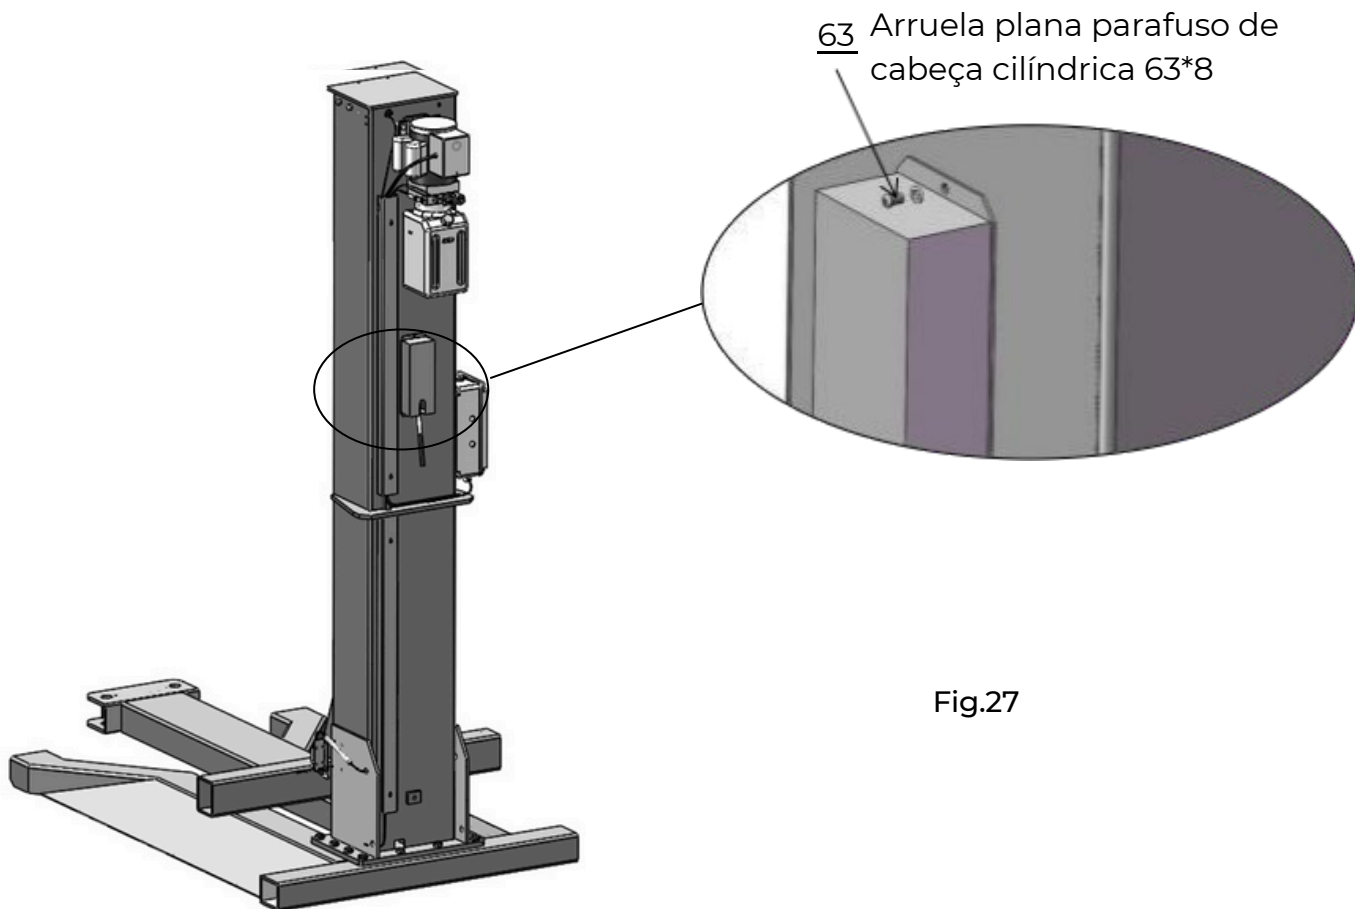

Fig.27
I. Instale a tampa do dispositivo de segurança (veja a fig. 27)